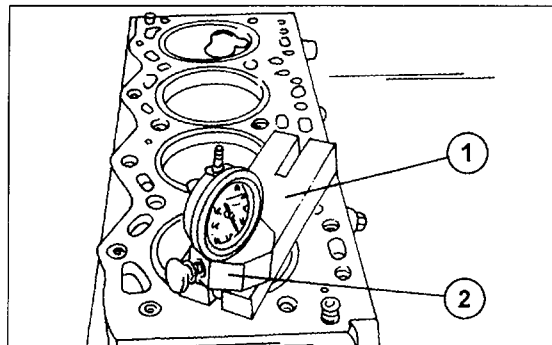

Bild 61
- Eine Messuhr mit einem Magnetes auf die gut gereinigte Zylinderblockfläche aufsetzen und den Taststift neben der Außenseite des Kolbens auf die Fläche drücken. Die Messuhr in dieser Stellung auf „Null“ stellen. Dieser Messvorgang ist in Bild 61 gezeigt.